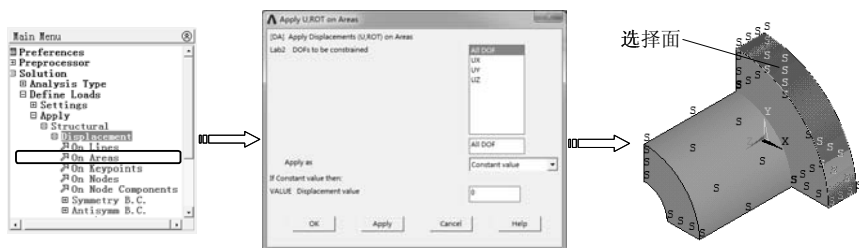

图 9-115 施加自由度约束
2) 选择 “Main Menu>Solution>Define Loads>Apply>Structural>Displacement>On Areas” 命令，弹出实体选取对话框，拾取盘的外表面，单击 “OK” 按钮，弹出 “Apply U,ROT on Areas” 对话框，在 “DOFs to be constrained” 列表框中选择约束类型 “All DOF”，在 “Displacement value” 文本框中输入数值 0，单击 “OK” 按钮完成约束，如图 9-115 所示。